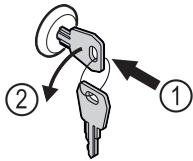

Fig. 139
- ▶ Introducir la llave. Fig. 139 (1)
- ▶ Girar la llave 90° en sentido antihorario. Fig. 139 (2)